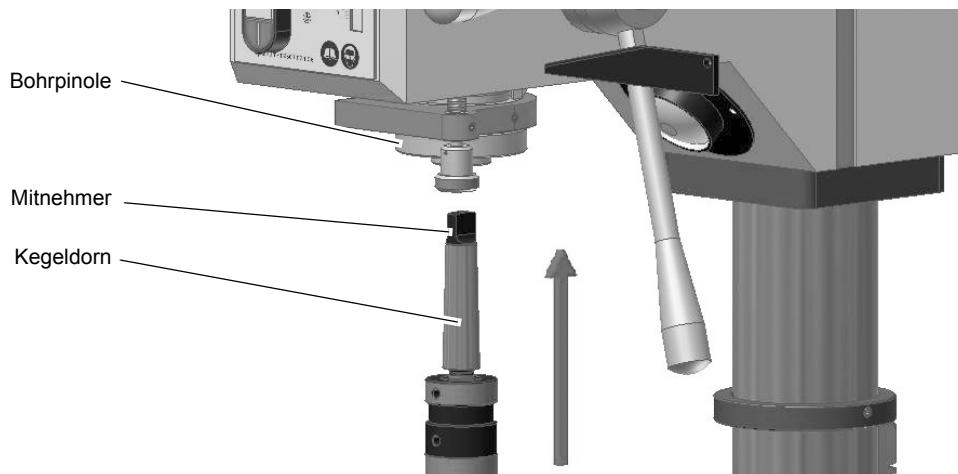

Abb.4-10: Kegeldorn
- Bewegen Sie die Pinole soweit nach unten, bis sich der Sperrbolzen (1) einschieben lässt (Abb. 4-10 (b) Zwischenposition).
- Bewegen Sie den Sperrbolzen (1) soweit, bis der Sperrbolzen vollständig einrastet (Abb. 4-10 (c) Austreibposition).
- Drücken Sie den Pinolenhebel (2) mit einer schnellen und kräftigen Bewegung nach oben.